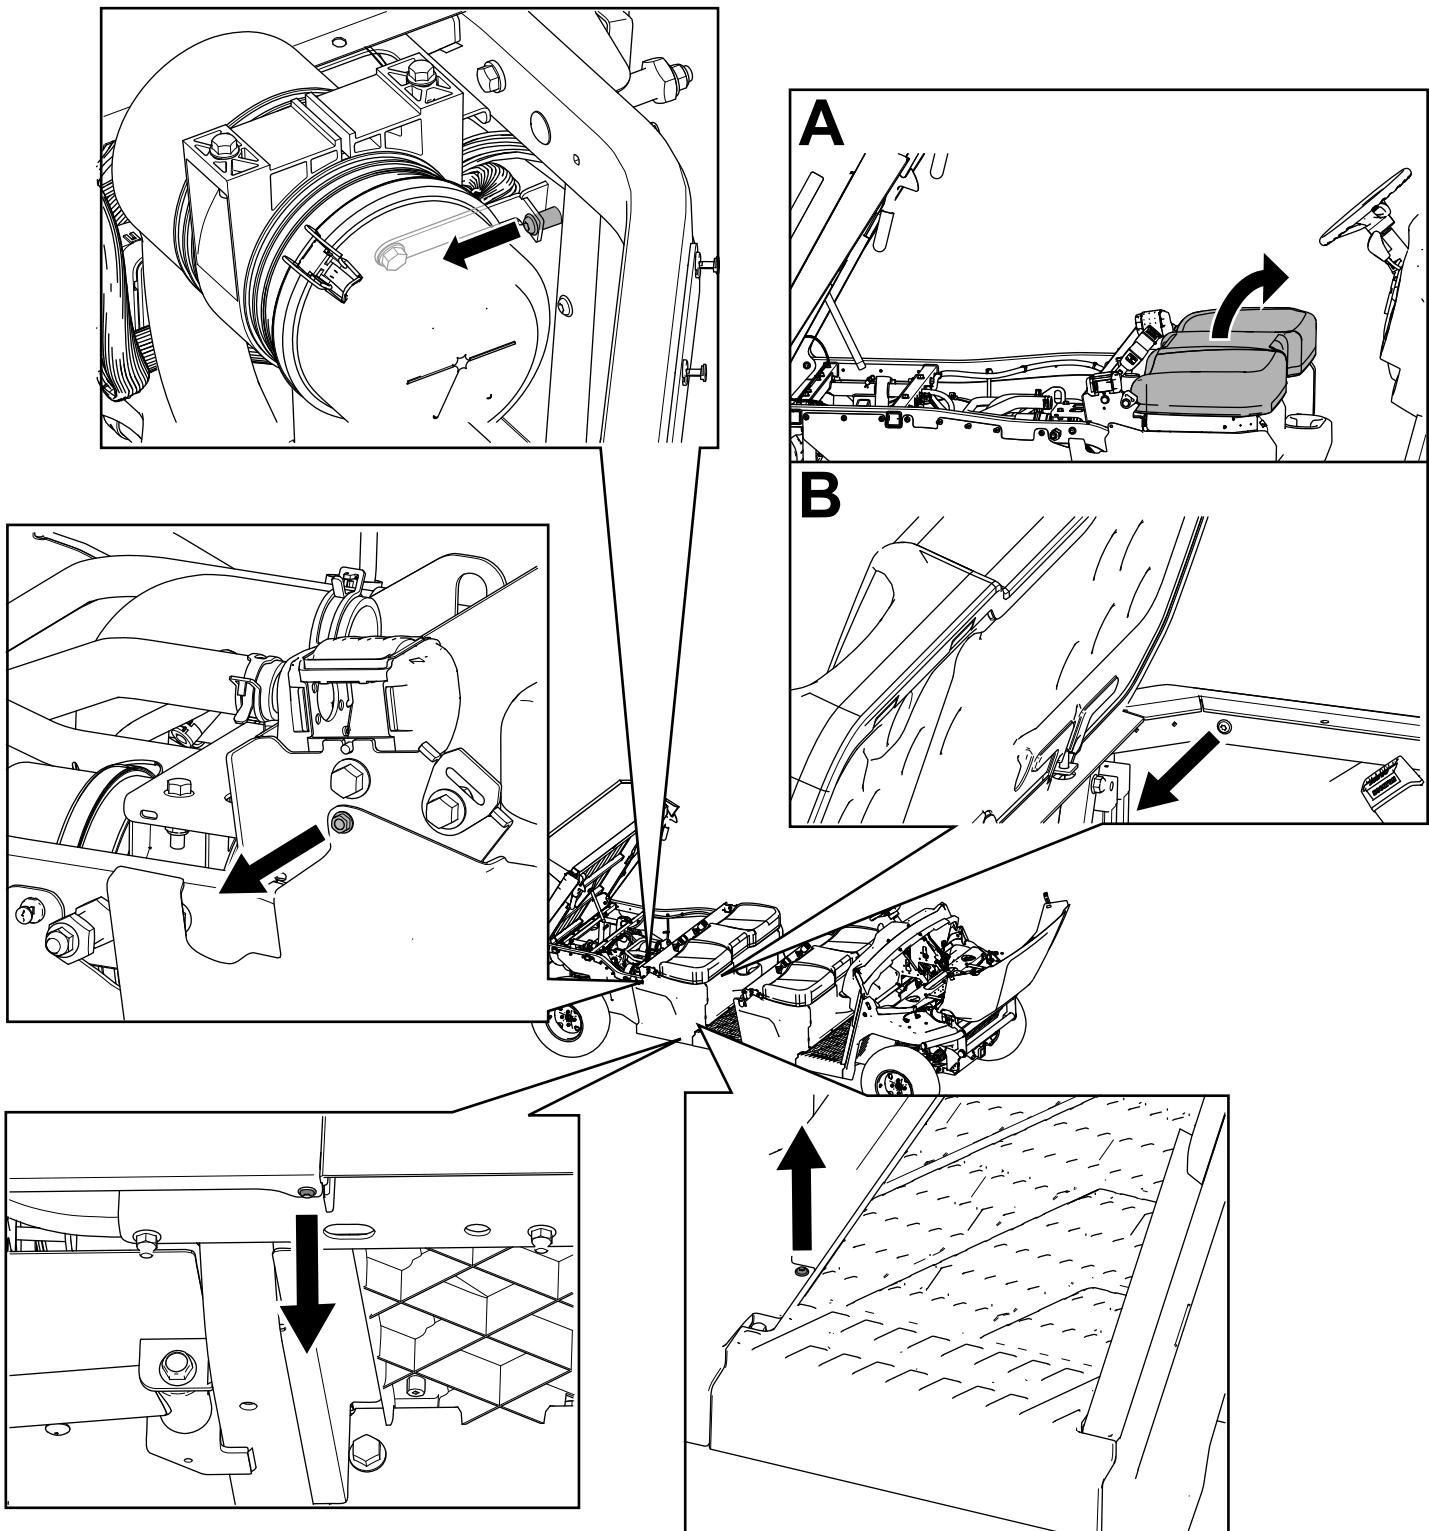

Figure 32
3. Retirez les boulons à tête hexagonale à embase ($\frac{1}{4}'' \times \frac{3}{4}''$) et les fixations à tête Torx T30 des 2 panneaux de base gauches et des 2 panneaux de base droits du siège (Figure 32).